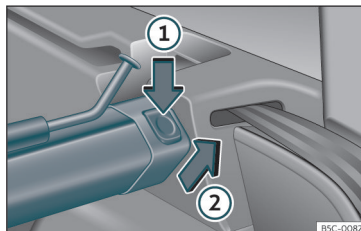

Abb. 122 Im Gepäckraum: Trennnetz abnehmen.
- Linke oder rechte Entriegelungstaste »» Abb. 122 in Pfeilrichtung ① drücken.
- Stützschaale in Pfeilrichtung»» Abb. 122 ② abnehmen.
- Schale der Träger links und rechts entgegen der Pfeilrichtung drücken»» Abb. 122 ②, bis diese einrastet.